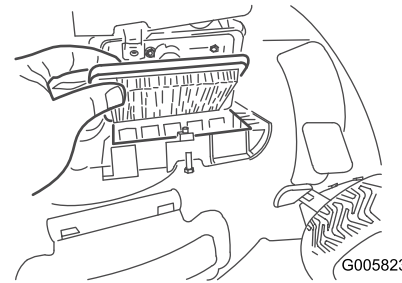

Figura 17
2. Cambie el filtro de aire (Figura 17).